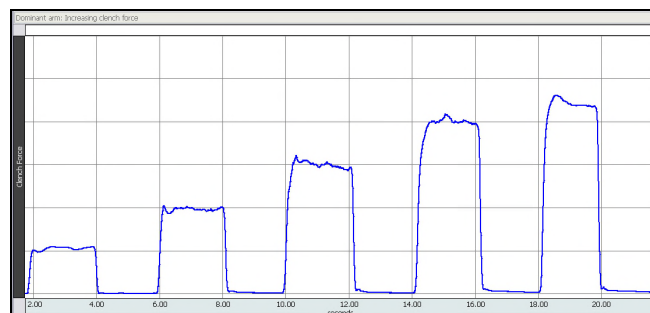

Fig. 2.11 Ejemplo datos – Incrementando la fuerza
- Los datos mostrados arriba (Fig. 2.11) son de un **Sujeto** que pudo mantener una fuerza igual durante la contracción. Tus datos pueden ser correctos aunque los picos no sean tan iguales como los que se muestran.